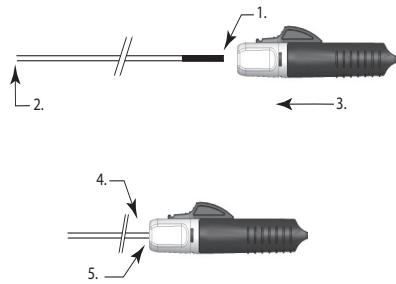
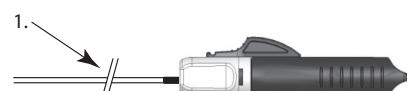

Figura 3
Figura 4
13. Segure a extremidade proximal do empurrador do implante na extremidade distal do indicador de carregamento. Avance o separador instantâneo (S.I.) sobre a extremidade proximal do empurrador do implante até o indicador de carregamento entrar completamente no funil e o empurrador estar firmemente encaixado no acionador (consulte a Figura 3).
Observação: se a faixa indicadora continuar visível tal como na Figura 4 abaixo, o separador instantâneo (I.D.) deve ser avançado mais um pouco até o empurrador do implante estar completamente encaixado no funil, como mostra a Figura 3 acima.